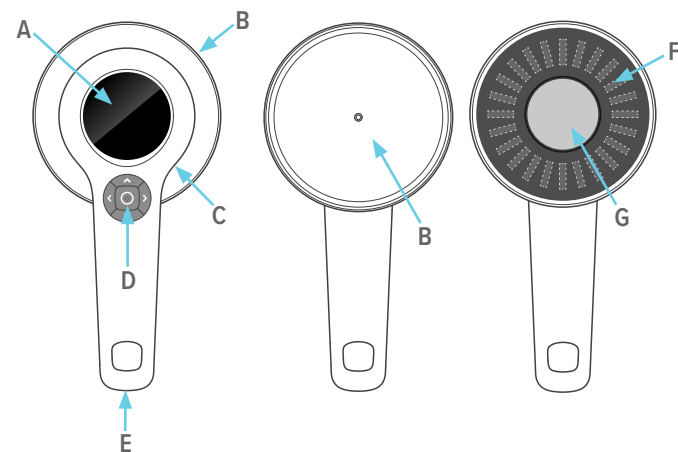

図1. 機器の概要 **A:** ディスプレー **B:** ふた **C:** 充電器用およびコンピュータ用の USB コネクタ **D:** ボタン (中央、左、右、上、下) **E:** 三脚ネジマウント **F:** 炭素繊維カバーの後ろの固体センサー **G:** 鋼製格子の後ろのパンケーキ型ガイガーミュラー管
注意 パンケーキ型ガイガーミュラー管 **G** のページ104の図1) の入射窓は非常に脆いので、触れてはいけません。パンケーキ型ガイガーミュラー管は機械的衝撃にも敏感です。
1. ふたを外します。例えば、ふたなしで測定する時、アクティブセンサーはパンケーキ型ガイガーミュラー管で、ページ104の図1に**G**。